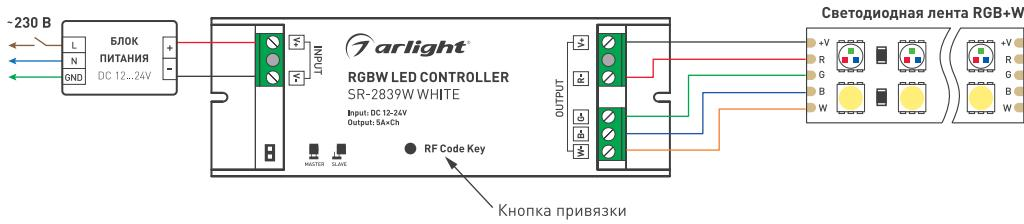

Рисунок 1. Схема подключения.
3.5. Подключите светодиодную ленту или другой светодиодный источник света к выходу OUTPUT контроллера согласно маркировке R, G, B, W [Рис. 1]. Соблюдайте полярность подключения.